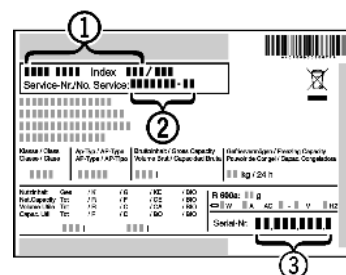

Fig. 7
- ▶ Z nazivne ploščice odčitajte oznako aparata Fig. 7 (1), servisno št. Fig. 7 (2) in serijsko št. Fig. 7 (3). Nazivna ploščica se nahaja na levi strani notranjosti aparata.
- ▶ Obvestite servisno službo in jim povejte, za kakšno napako gre, povejte pa tudi oznako aparata *Fig. 7 (1)*, servisno št. *Fig. 7 (2)* in serijsko št. *Fig. 7 (3)*.